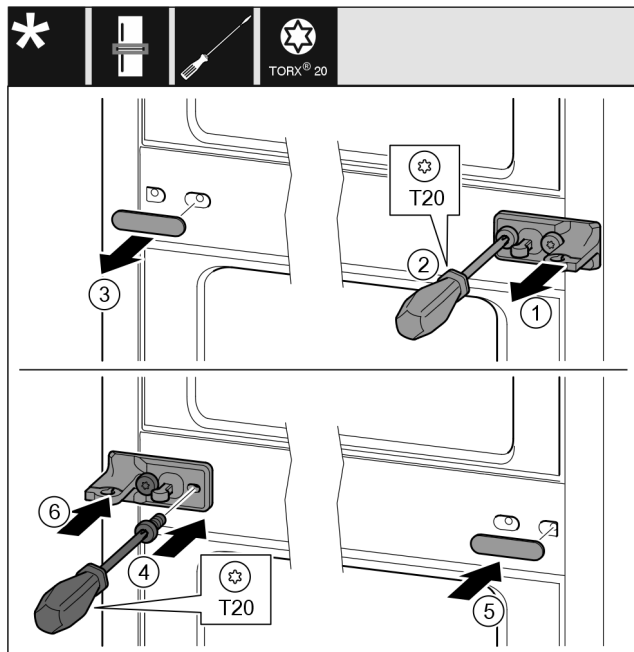

Fig. 29
- ▶ Zdjąć podkładkę Fig. 29 (1).
- ▶ Wykręcić śruby Fig. 29 (2) przy użyciu śrubokręta.
- ▶ Zdjąć ostrożnie osłonę Fig. 29 (3).
- ▶ Płytkę zawiasu wraz z folią Fig. 29 (4) obrócić o 180° przykręcić z drugiej strony.
- ▶ Osłonę Fig. 29 (5) obrócić o 180° założyć z drugiej strony.
- ▶ Wsunąć podkładkę Fig. 29 (6) od przodu.